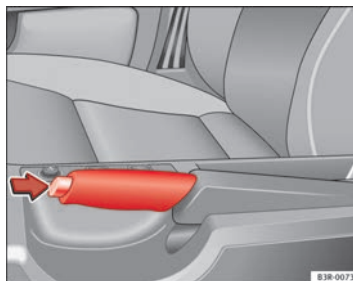

Fig. 153 Detalle de la consola central: Freno de mano puesto
- Levante ligeramente la palanca del freno de mano y pulse al mismo tiempo el botón de bloqueo ⇒ fig. 153 (flecha).